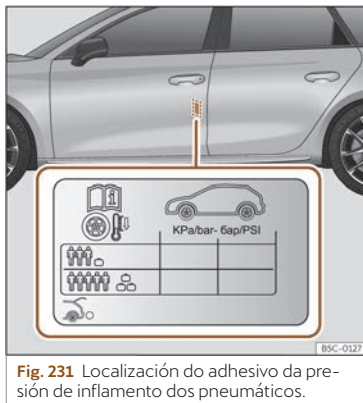

Fig. 231 Localización do adhesivo da presión de inflamento dos pneumáticos.
- Adapte a presión dos pneumáticos á carga que leva o vehículo»» **fig. 231**.
Os valores da presión de inflamento están indicados na etiqueta adhesiva situada na parte posterior do marco da porta dianteira esquerda»» **fig. 231**.
A presión dos pneumáticos débese adaptar á carga actual do vehículo. Se o vehículo vai ir cargado ao máximo, debe aumentar a presión de inflamento ao valor máximo de carga indicado na etiqueta adhesiva»» **fig. 231**.
No caso dunha roda de emerxencia minimizada (125/70 R16 ou 125/70 R18), inflar a 4,2 bar de presión segundo se indica na etiqueta de presión dos pneumáticos»» **fig. 231**.
- O condutor é responsable de que todos os pneumáticos do vehículo estean inflados á presión correcta. A presión de inflamento recomendada vén indicada nun adhesivo >>> fig. 231.
- Cos pneumáticos en frío, deberase manter sempre a presión indicada no adhesivo >>> fig. 231.